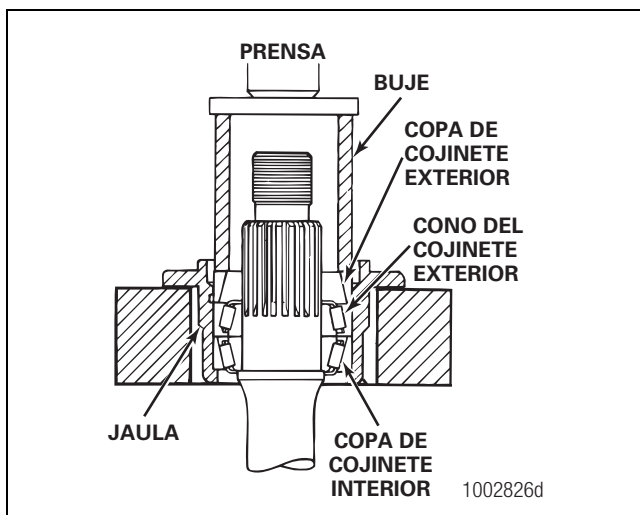

Figura 5.90
- Use una prensa y un buje para instalar la copa del cojinete exterior en la jaula por encima de la flecha de salida. Figura 5.90.